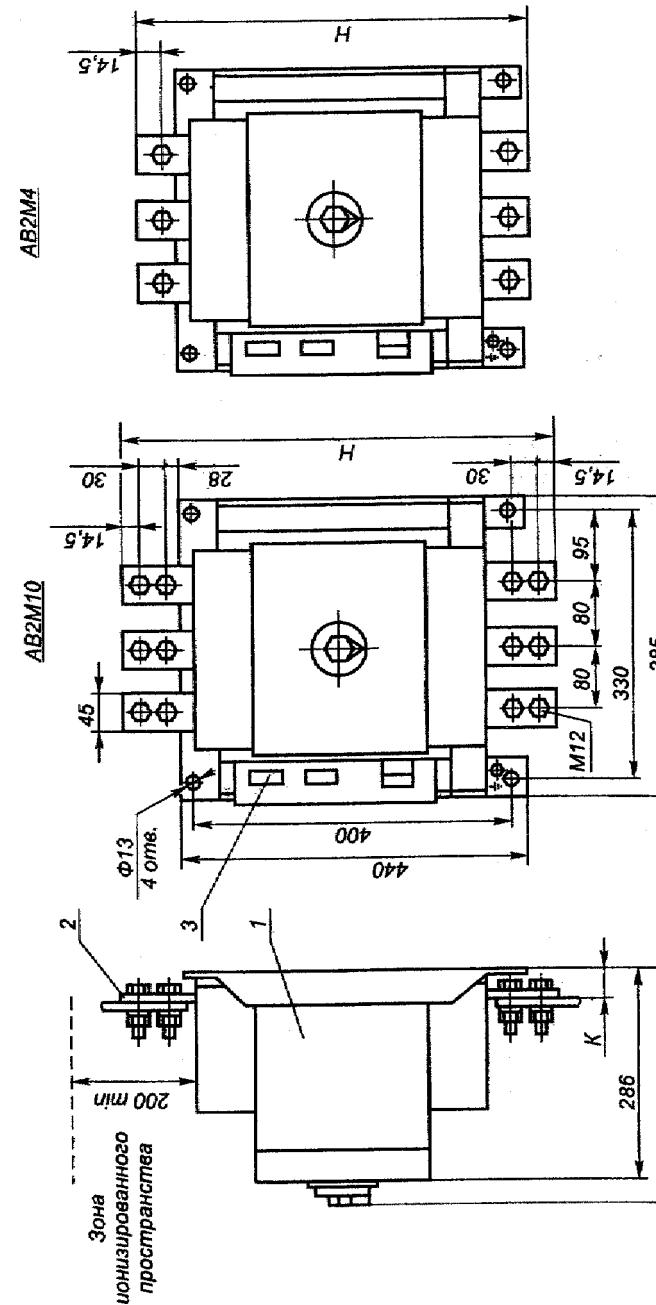

Рис. 1. Выключатели стационарного исполнения типов AB2M4Н-53-41, AB2M4С-55-41, AB2M10Н-53-41, AB2M10С-53-41 с электромагнитным приводом.
Рис. 1а. Выключатели стационарного исполнения типов AB2M4H-53-41, AB2M4C-55-41, AB2M10H-53-41, AB2M10C-53-41 с ручным приводом.
Электрические соединения при монтаже выключателя в зависимости от исполнения выключателя осуществляются в соответствии со схемами на рис. 1...8 приложения В.
- в конструкции, на которой крепится выключатель, выполняются отверстия согласно рис. 1, 2 приложения Б;